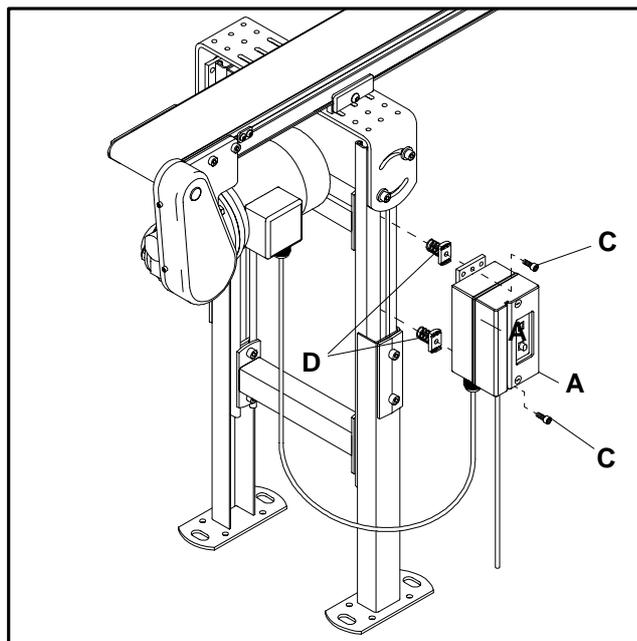

Figure 4: Détail de montage sur les pieds en acier
Autrement, il est possible de fixer la boîte du démarreur du moteur et l'assemblage du support de montage à la jambe d'acier (figure 4) en utilisant les 2 plus grands écrous à ressort M6 (sur 4) (D) et deux (2) vis à tête hexagonale M6 1.8 x 18mm.(C).